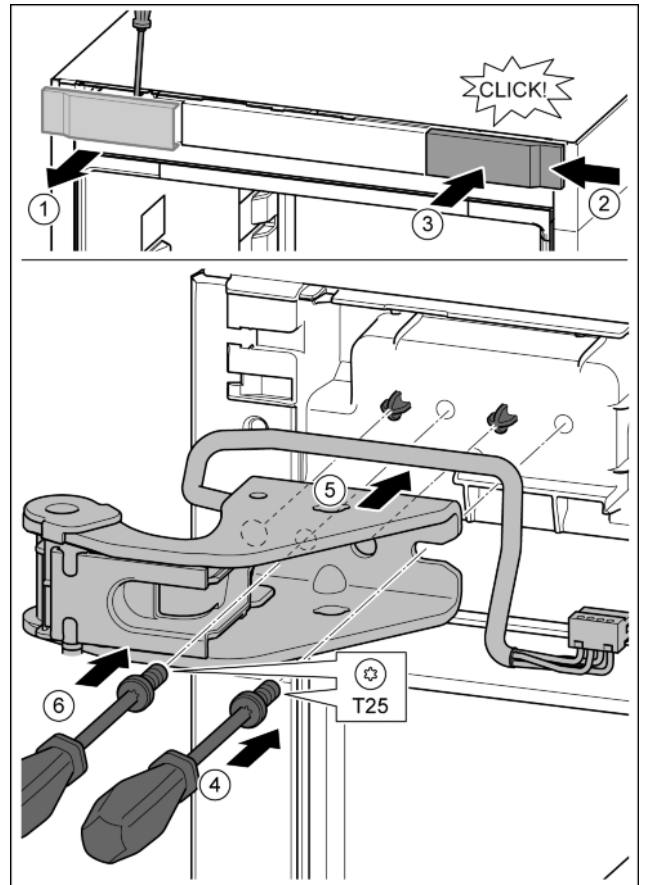

Fig. 25
- ▶ Abdeckung mit Hilfe eines Schraubendrehers lösen und seitlich abnehmen. Fig. 25 (1)
- ▶ Abdeckung um 180° gedreht auf der anderen Seite von rechts einhängen. Fig. 25 (2)
- ▶ Abdeckung einrasten. Fig. 25 (3)
- ▶ Schraube mit Schraubendreher T25 ansetzen. Fig. 25 (4)
- ▶ Oberen Lagerbock ansetzen. Fig. 25 (5)
- ▶ Schraube festdrehen. Fig. 25 (4)
- ▶ Schraube mit Schraubendreher T25 einsetzen und festdrehen. Fig. 25 (6)